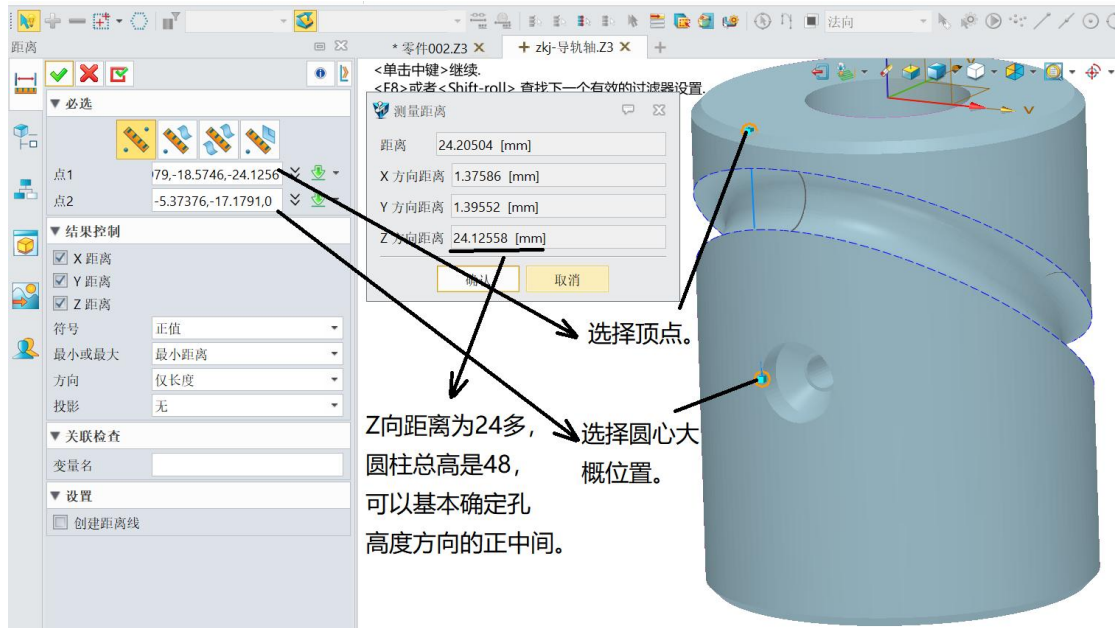

图 8-28 孔位置的确定
(1) 测量螺钉孔 Z 向离端面的距离，如图 8-28 所示、